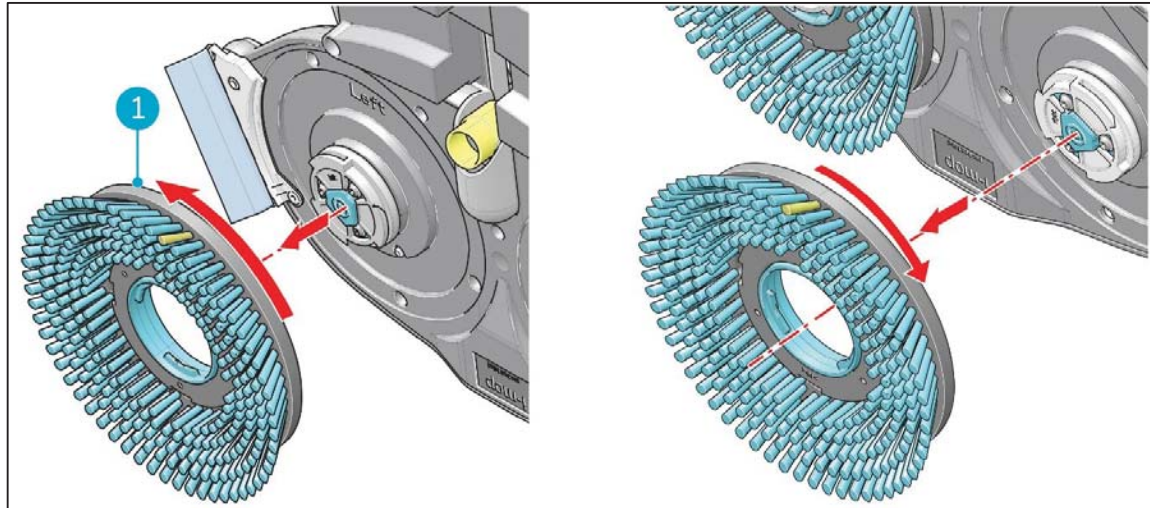

Figure 25
3. Utilisez votre autre main pour tourner la brosse gauche dans le sens contraire des aiguilles d'une montre (Figure 25, pos 1) jusqu'à ce que vous sentiez une résistance ou jusqu'à ce que le disque du moteur tourne également.